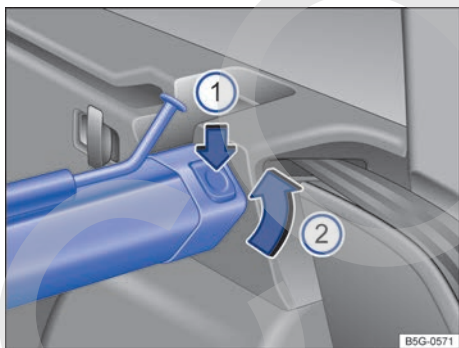

Fig. 166 En el maletero: desmontar la red de separación.
- Presione la tecla de desbloqueo izquierda o derecha → fig. 166  en el sentido de la flecha.
- Extraiga la carcasa del soporte en el sentido de la flecha → fig. 166 .
- Presione la carcasa en los soportes izquierdo y derecho en el sentido contrario al de la flecha → fig. 166 ②. La carcasa encastra.
En las teclas de desbloqueo → fig. 166 ① deberá dejar de verse una marca roja.